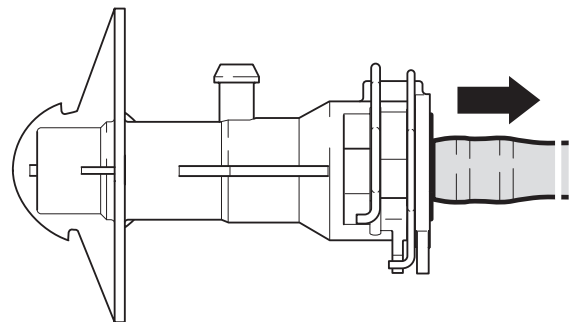

Bild 3: Bei gezogenem Leitungsanschluß und geschlossenen Clips ist die Entlüftungsbohrung frei
6. Leitung bis zum 2. Anschlag herausziehen (Bild 3)